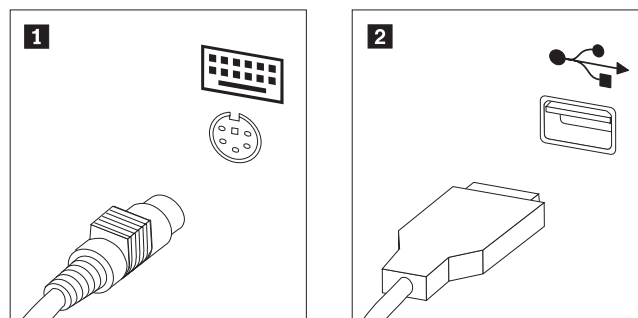

図 35. キーボード・コネクター、標準および USB
3. キーボード・コネクターの位置を確認します。図 35を参照してください。